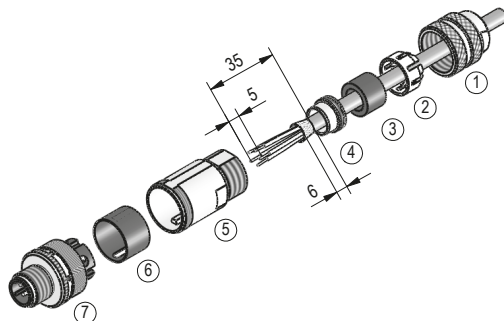

Abb. 3: Gegenstecker M12 gerade
- Zubehör SIKO Art.Nr. "87601" M12 D-kodiert (Stift 4 pol. Bus) (**Abb. 3**).
- Zubehör SIKO Art.Nr. "83526" M12 A-kodiert (Buchse 4 pol. Power) (**Abb. 3**).
#### Montage (**Abb. 3**)